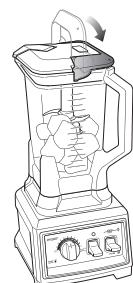

Fig. 5
- 8 Sosteniendo la tapa por el mango en posición vertical, colóquela sobre la jarra alineando la flecha (▼) ubicada en la tapa con la flecha (▲) ubicada en el mango de la jarra. (Fig. 5) Presione el mango hacia abajo hasta que haga clic.